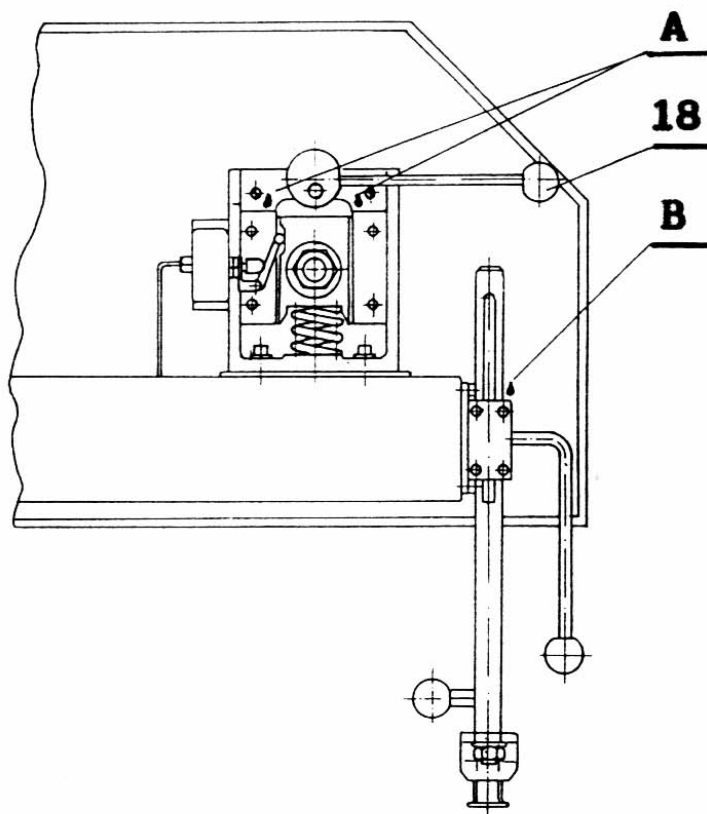

Рис. 7 Смазка раскройной машины
- рычаг натяжения ленты (18) рис. 7 переставить в нижнее положение (ослабить натяжение ленты),
Смазка раскройной машины показана на рис. 7. Она состоит в том, что масленкой вносится несколько капель масла, используемого для швейных машин, на поверхности: